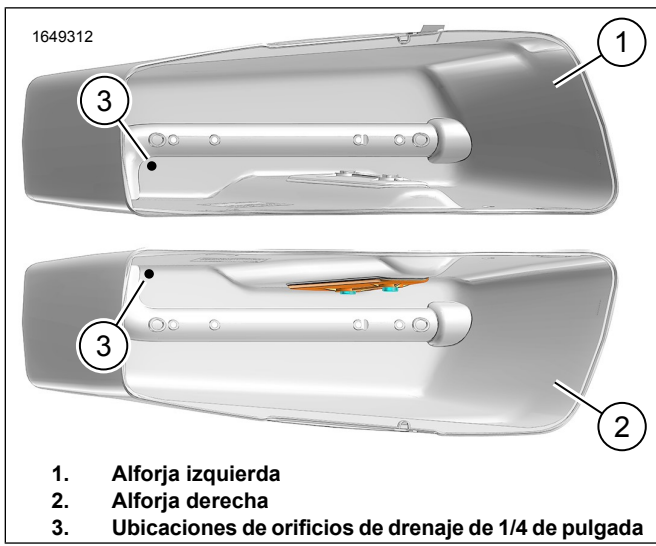

Figura 10. Colocación del orificio de drenaje
- d. Consulte la Figura 10. **Orificios de drenaje:** Perfore dos orificios de drenaje de 1/4 de pulgada (3) en la ubicación aproximada.